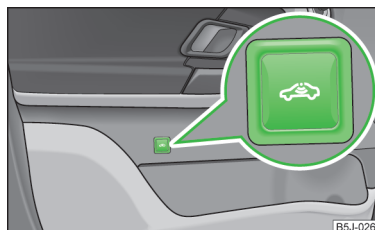

Fig. 17
- Pulsar la tecla  » fig. 17 en la puerta del conductor.